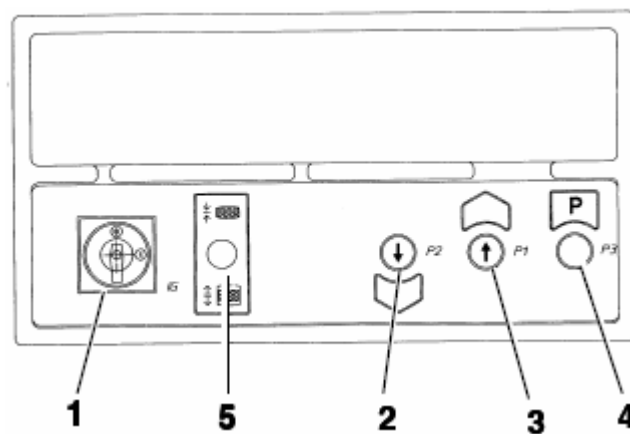

Рис. 37
Up («Вверх») – (см. Рис. 37) Поверните главный выключатель (1) в положение 1.